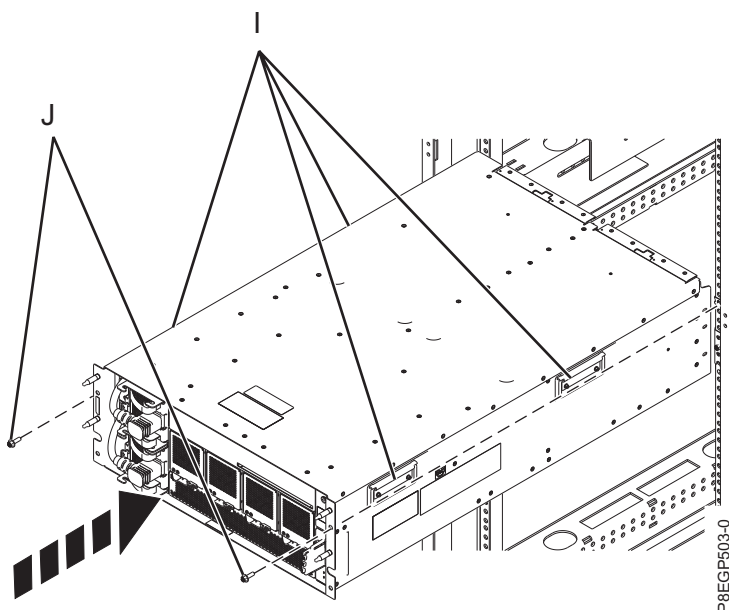

Figura 9. Instalación del cajón en un bastidor
4. Con tres personas, haga que dos de ellas levanten las cuatro asas (**I**), tal como se muestra en la Figura 9 y que la tercera se coloque delante del cajón para hacer de guía. Levante el cajón y colóquelo sobre la parte frontal de los rieles.
6. Coloque los dos tornillos de fijación M5 (**J**) en el cajón y en los clips de tuerca de los rieles de la derecha y de la izquierda. Consulte la Figura 9.